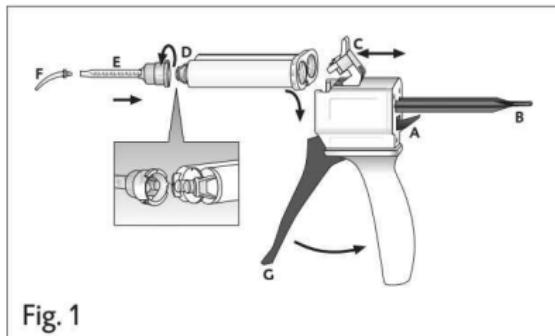

Fig. 1
1. Tryk armen [fig. 1, pos. A] på bagsiden af Automix-Dispenser opefter, og træk skyde-ren [fig. 1, pos. B] helt tilbage.
2. Vip plastlåsen [fig. 1 pos. C] opefter, sæt magasinet i, og stop den med plastlåsen [fig. 1, pos. C].
1. Træk magasinkappen [fig. 1, pos D] eller den brugte blandekanyle af, og kassér den efter at have drejet den 90° i retning mod uret.
2. Sæt en ny blandekanyle [fig. 1, pos. E] på.
4. Sæt Intraoral-Tip [fig. 1, pos. F] på.
- ▶ Bland materialet ved at aktivere armen [fig. 1, pos. G] på Automix-Dispenser i blandekanylen, og påfør det direkte.
1. Tryk armen [fig. 1, pos. A] på bagsiden af Automix-Dispenser opefter, og træk skyderen [fig. 1, pos. B] helt tilbage.
2. Vip plastlåsen [fig. 1, pos. C] opefter, og tag magasinet af.